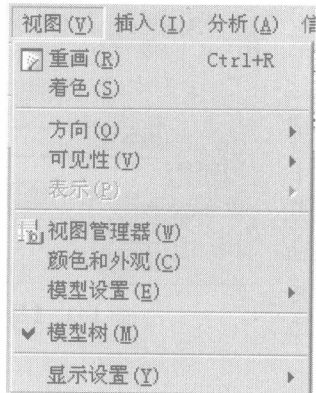

图 1-5 视图菜单
(3) 【视图】菜单。【视图】菜单主要是对图形窗口进行控制,以便于观察模型,方便模型操作。【视图】菜单中有些常用视图控制命令可在工具栏中找到相应的工具图标,其中【视图管理器】命令是新增加的。【视图】菜单如图 1-5 所示。